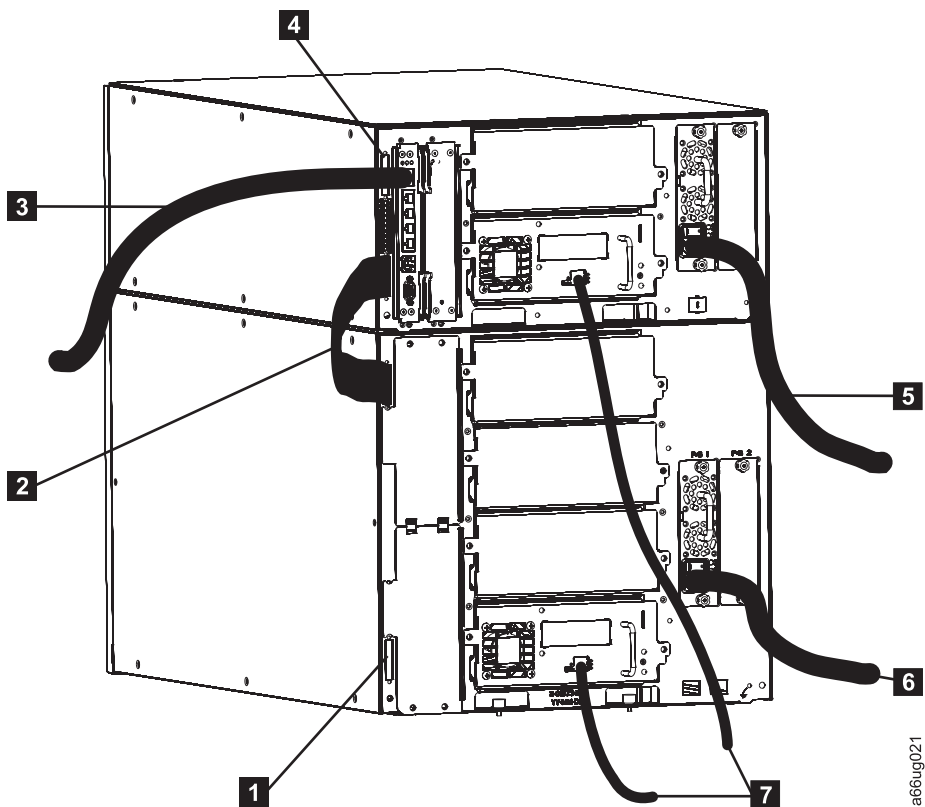

Figura 3-2. Cabeamento em uma biblioteca 14U
- Dois terminadores de comunicação do módulo (**1** e **4** na Figura 3-2)
- Cabo de comunicação entre módulos (**2** na Figura 3-2)
- Cabo de alimentação em cada fonte de alimentação (**5** e **6** na Figura 3-2) e, em seguida, em sua origem de alimentação